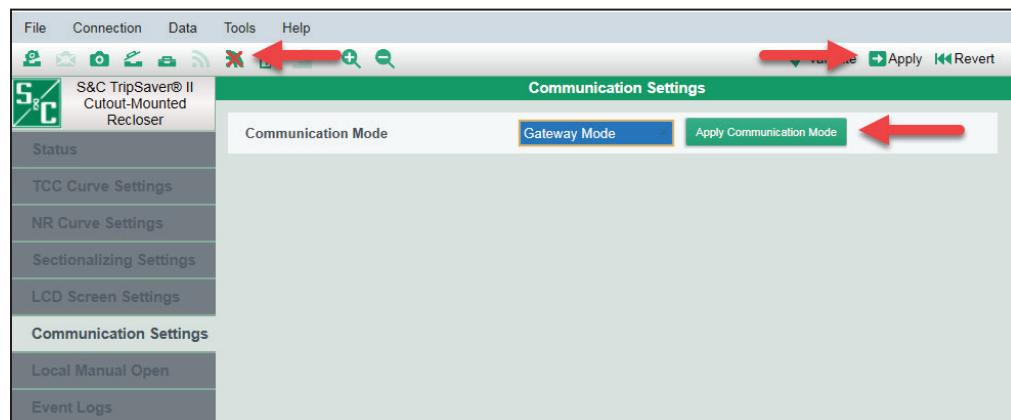

Figura 1. Habilitación del Modo Gateway en el reconnectador TripSaver II.
- Nota:** El botón **Apply Communication Mode (Aplicar Modo de Comunicación)** no aplicará ningún cambio realizado en otras pantallas de menú. Si se han realizado cambios en otra pantalla de menú, como la pantalla *TCC Curve Settings (Configuración de las curvas TCC)*, haga clic en el botón **Apply (Aplicar)**; ver la Figura 1 en la página 7.
- Nota:** El botón **Aplicar Modo de Comunicación** no aplicará los cambios que se hayan realizado en otras pantallas de menú. Si se han realizado cambios en otra pantalla de menú, como la pantalla Configuración de las curvas TCC, haga clic en el botón **Aplicar**. Ver la Figura 1 en la página 7.